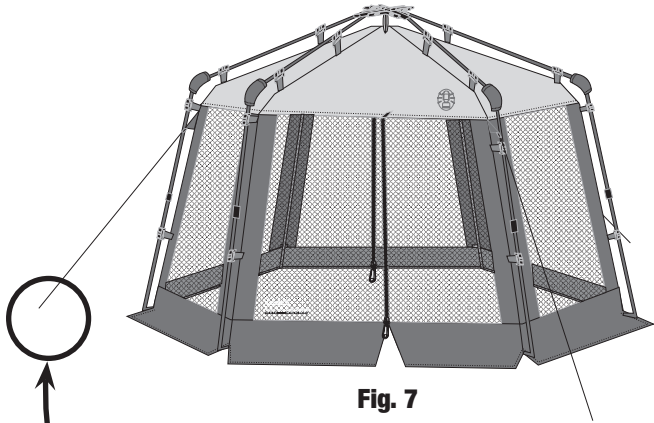
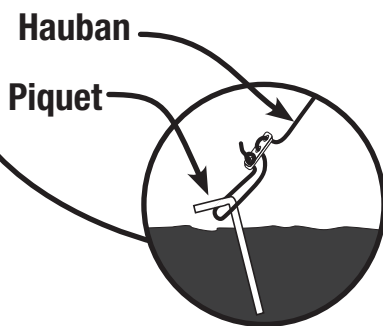

Fig. 7
Fig. 8
- Attachez et ancrez les haubans. (Fig. 7 et Fig. 8)
- Enlevez les haubans et les piquets. (Fig. 8 et Fig. 6)